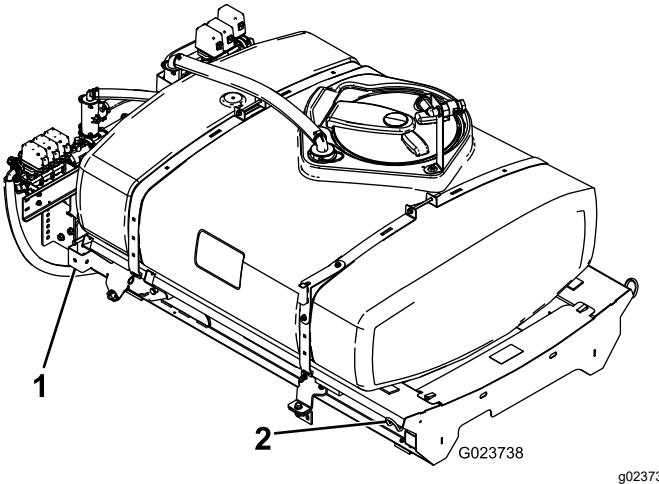

Bild 8
- Heben Sie das Behältergestell (**Bild 8**) mit einer Hebevorrichtung an und positionieren Sie es über den Fahrzeugrahmen. Die Pumpe und das Ventil sollten nach hinten zeigen.